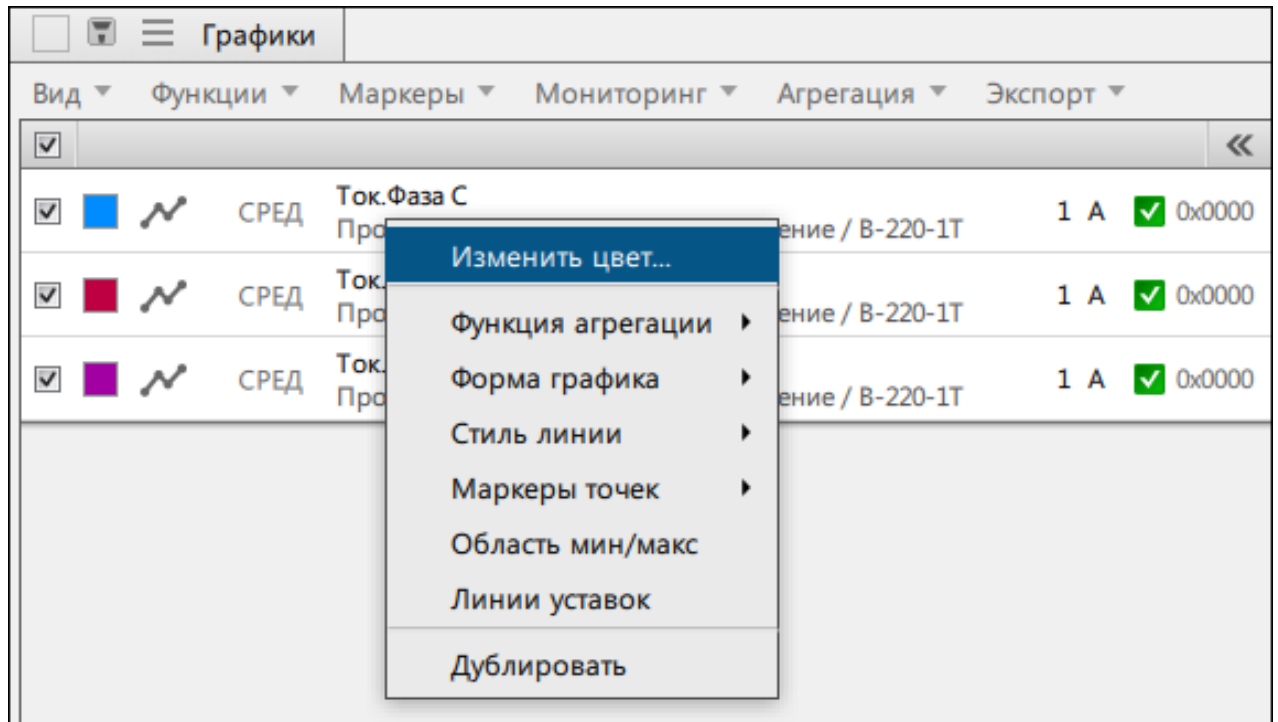

Рисунок 91 - Контекстное меню сигнала
1. Нажмите *ПКМ* по выбранному сигналу из списка сигналов (Рисунок 91).